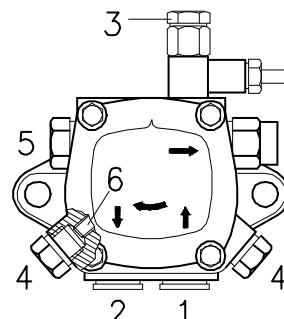

Fig. 18
## 7.3 Bomba (Fig. 18)
- A fin de que la bomba pueda autocebarse, es indispensable aflojar el tornillo 3) (Fig. 18) de la bomba para purgar el aire que pueda haber en el tubo de aspiración.
Para variar la presión de la bomba, usar el tornillo 5) (Fig. 18 pág. 19)